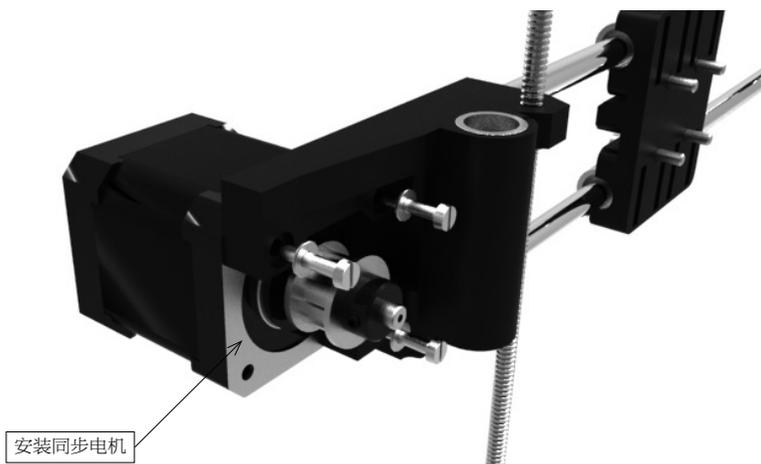

图 3-44 安装 X 轴上的同步电机
(1) 在 3.3.5 节组装完成的 X 轴组件中的 X End Motor 上安装同步电机，需要用到 3 个 $\text{M}3*14\text{mm}$ 的螺钉与对应的螺母和垫片，如图 3-44 所示。